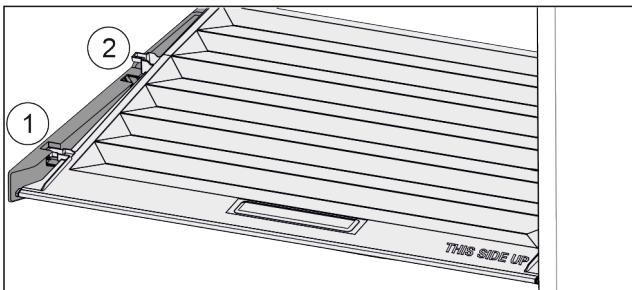

Fig. 84
- ▶ Deckel bis zur Öffnung in den Halteteilen nach vorne ziehen Fig. 84 (1).
- ▶ Hinten von unten anheben und nach oben wegnehmen Fig. 84 (2).